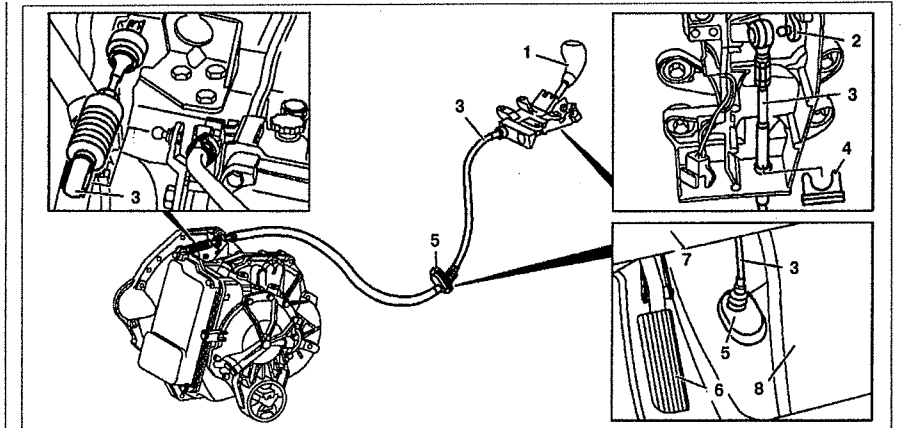

Рис. 6.73. Трос переключения передач:
1. Снимите воздуховод 8 обогрева пассажирского отделения (см.рис.6.73).